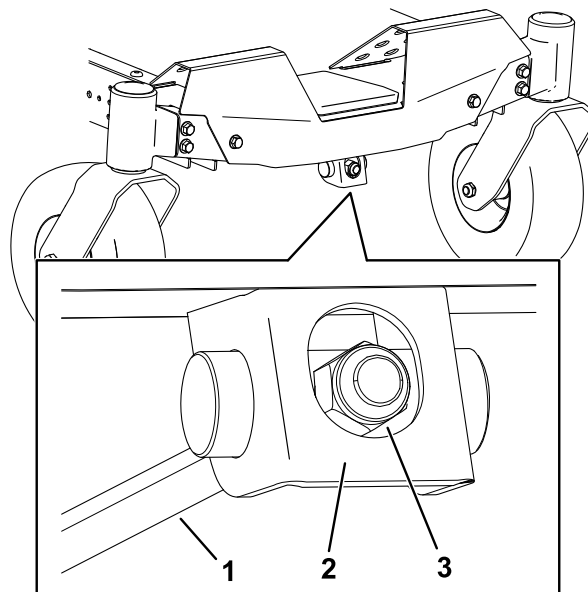

Figura 63
1. Gire la tuerca de ajuste de la parte delantera del cortacésped (Figura 63).